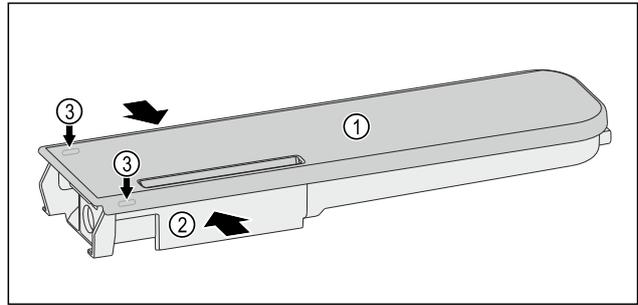

Fig. 132
- ▶ Presser le réservoir d'eau Fig. 132 (2) et faire levier pour lever précautionneusement le couvercle Fig. 132 (1) par les ergots Fig. 132 (3).
- ▶ Faire légèrement bouger le couvercle Fig. 132 (1) de l'avant vers l'arrière puis le retirer par le haut.